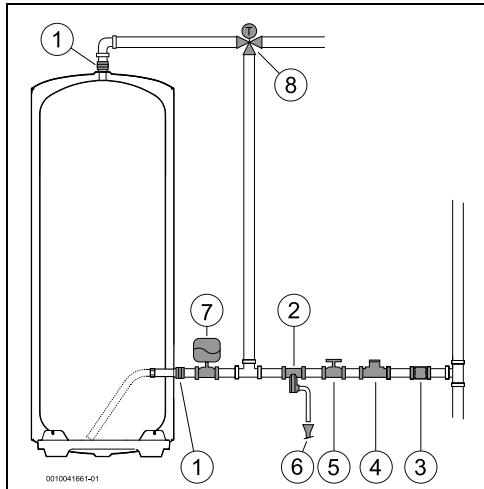

Fig. 7 Conexión de agua (300)
- Cerrar la válvula de cierre de agua (→ fig. 7, [5]).
- En caso de usar tubos PEX, instalar una regulación termostática (fig. 7, [8]) en la tubería de salida del aparato. Ajustarla para cumplir con el rendimiento del material usado.
- instalar una válvula de reducción de presión (Fig. 7, [4]). La válvula de seguridad se activará siempre que la presión del agua en el aparato sea superior a 8 bar ( $\pm 0,5$  bar), en este caso deberá existir la posibilidad de desviar el agua.
- instalar un vaso de expansión (Fig. 7, [7]) para evitar que la válvula de seguridad se abra con tanta frecuencia. El volumen del vaso de expansión debe ser equivalente al 5% del volumen del dispositivo.